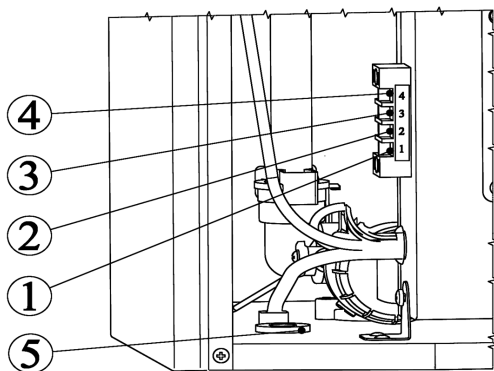

Рис. 8. Подключение дополнительных устройств
- удалите перемычку между клеммами 1 и 2 на колодке блока управления (рисунок 8);
- проденьте двухпроводной кабель, идущий от термостата, через проходную муфту 5 в корпусе и подключите его к клеммам 1 и 2 (рисунок 8);
- проденьте двухпроводной кабель, идущий от датчика, через проходную муфту 5 в корпусе и подсоедините его к клеммам 3 и 4 (рисунок 8);
- удалите перемычку между клеммами 1 и 2 (рисунок 8);